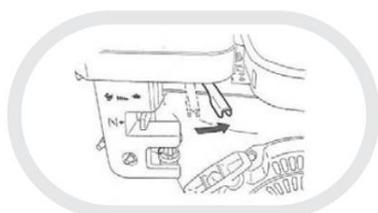

Fig. 8
- Fermez le robinet de carburant ; (fig.8)